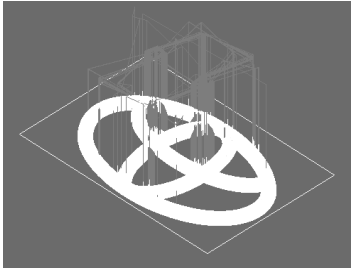

图 1-87 3D 环绕等距刀具路径
5) 刀具路径如图 1-87 所示。将本例保存为“3D 等距.mc9”文件。